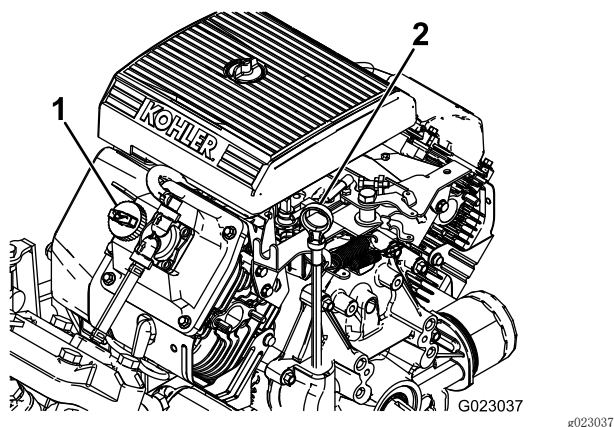

图11
2. 取出量油尺，用干净的抹布擦拭（图11）。
4. 如果机油油位较低，请从气门室盖（图11）上拆下加油颈盖，从开口处注入机油，直至油位达到量油尺上的“已满”标记；请参阅，了解适合的机油类型和粘度。维护机油（页码 40）在此过程中应缓慢添加机油并不时检查油位。切勿过量添加。